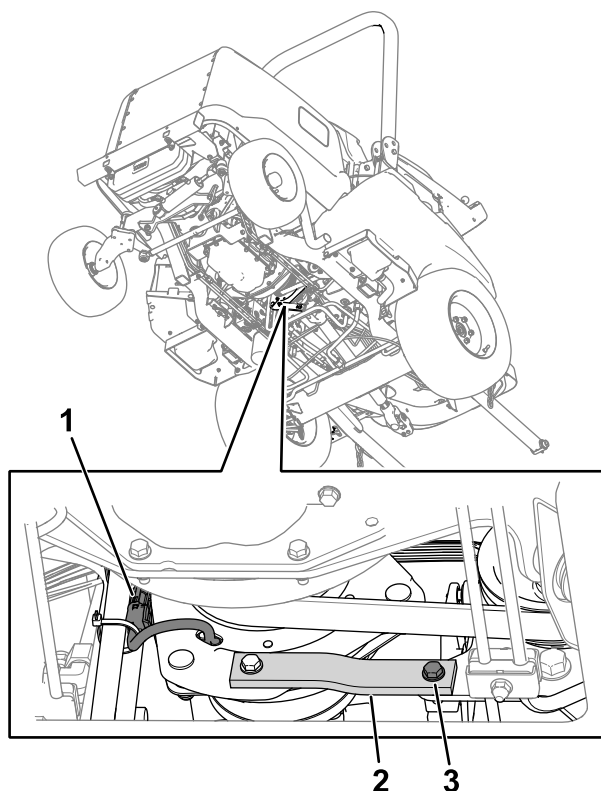

Bild 75
2. Ziehen Sie den Anschluss des Kabelbaums der Kupplung vom Maschinen-Kabelbaum ab (Bild 75).
3. Entfernen Sie die Schraube, Unterlegscheibe und Mutter vom Gummiband (**Bild 75**) am Rahmen.